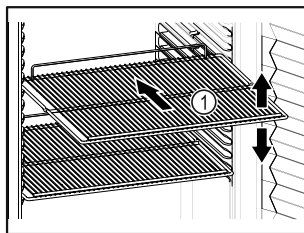

Fig. 56
- Ak sa dajú odkladacie rošty Fig. 56 (1) premiestniť, prispôbte výšku.